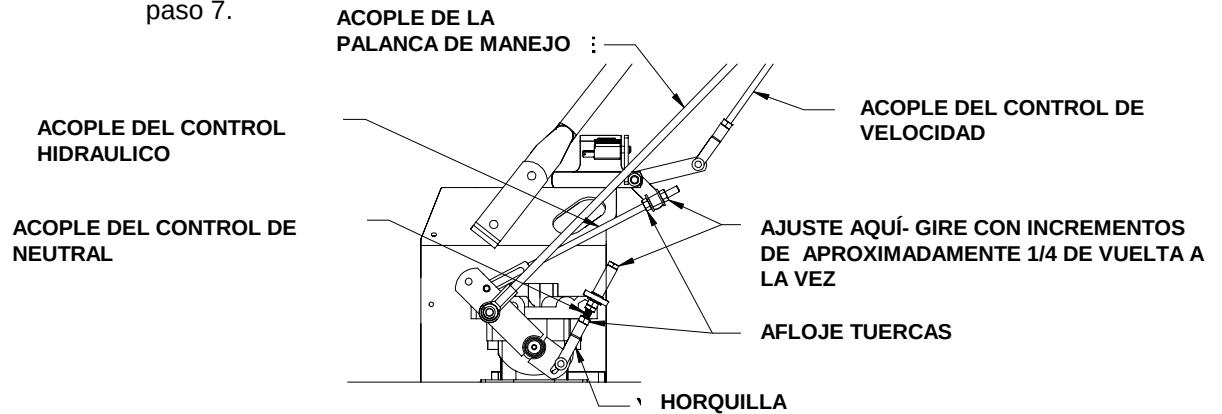
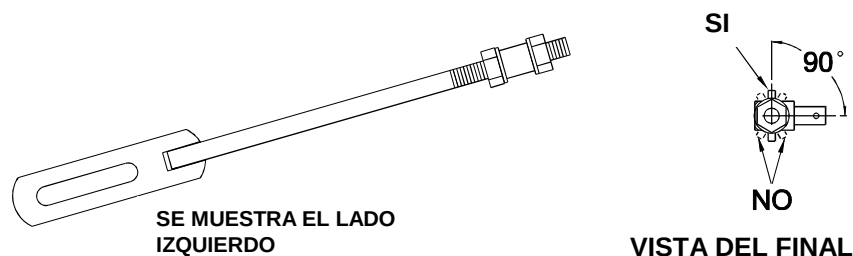

FIGURA 9
FIGURA 10
- c) Ajuste de los rodillos anti raleos para Condiciones Normales de Operación. Ubique los rodillos en una de las posiciones que se muestran en la figura 10. Los rodillos mantendrán una distancia del suelo de 3/4 de pulgada (19 mm) para prevenir daños o desgaste a los rodillos.
4. Afloje la tuerca que esta contra la horquilla del acople del control de neutral, como se muestra en la figura 9.
2. Afloje la tuerca del frente del acople del control hidráulico del lado izquierdo, como se muestra en la figura 9. Gire la tuerca de atrás del acople del control en contra de las manecillas del reloj hasta que la rueda gire hacia delante. Gire la tuerca de atrás en el acople del control del lado izquierdo, en sentido de las manecillas del reloj 1/4 de vuelta a la vez, pare y mueva la palanca de control de velocidad hacia delante y luego de nuevo a neutral, repita este ajuste hasta que la rueda izquierda **deje** de girar hacia delante. Gire la tuerca 1/2 vuelta mas y apriete la tuerca del frente, asegurándose de no amarrar el acople. Asegúrese que la parte plana del acople este perpendicular al pasador parte del acople giratorio. Vea figura 10